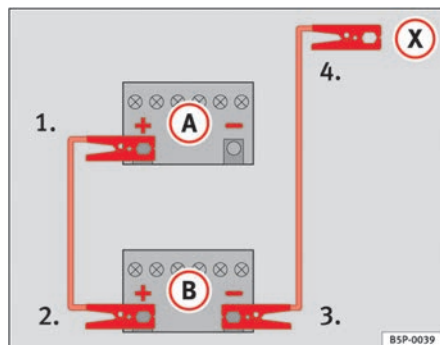

Abb. 176 Schema für das Anklemmen der Starthilfekabel
In ⇒ Abb. 176 ist (A) die entladene Batterie und (B) die stromgebende Batterie.
- 1. Klemmen Sie ein Ende des roten Starthilfekabels an den Pluspol ⇒ Abb. 176 (+) des Fahrzeugs mit der entladene Batterie ⇒ ⚠.
- 4. Klemmen Sie das andere Ende des schwarzen Starthilfekabels (X) beim Fahrzeug mit der entladene Batterie an ein massives, fest mit dem Motorblock verschraubtes Metallteil oder an den Motorblock selbst an, jedoch nicht in der Nähe der Batterie ⇒ ⚠.